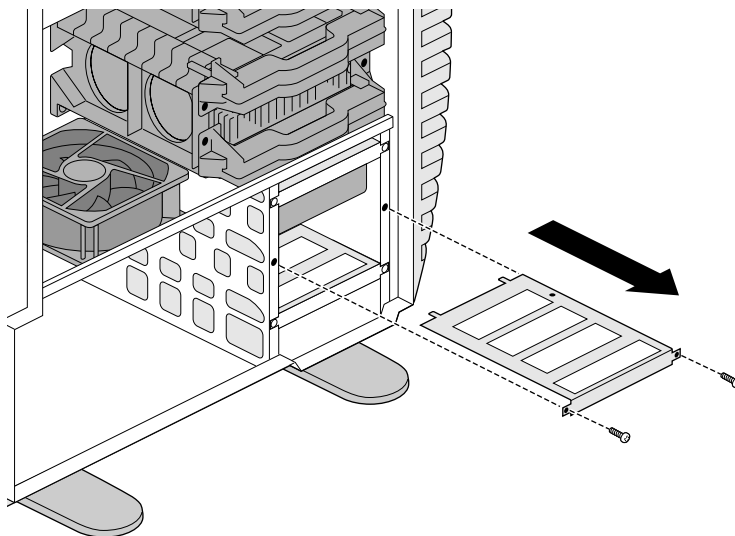

Figura 4-15 Removendo um trilho de montagem
5. Em um compartimento de unidade vazio, usando uma chave de fenda Phillips, remova os dois parafusos que prendem o trilho de montagem da unidade ao chassi e retire o trilho. Veja a Figura 4-15.